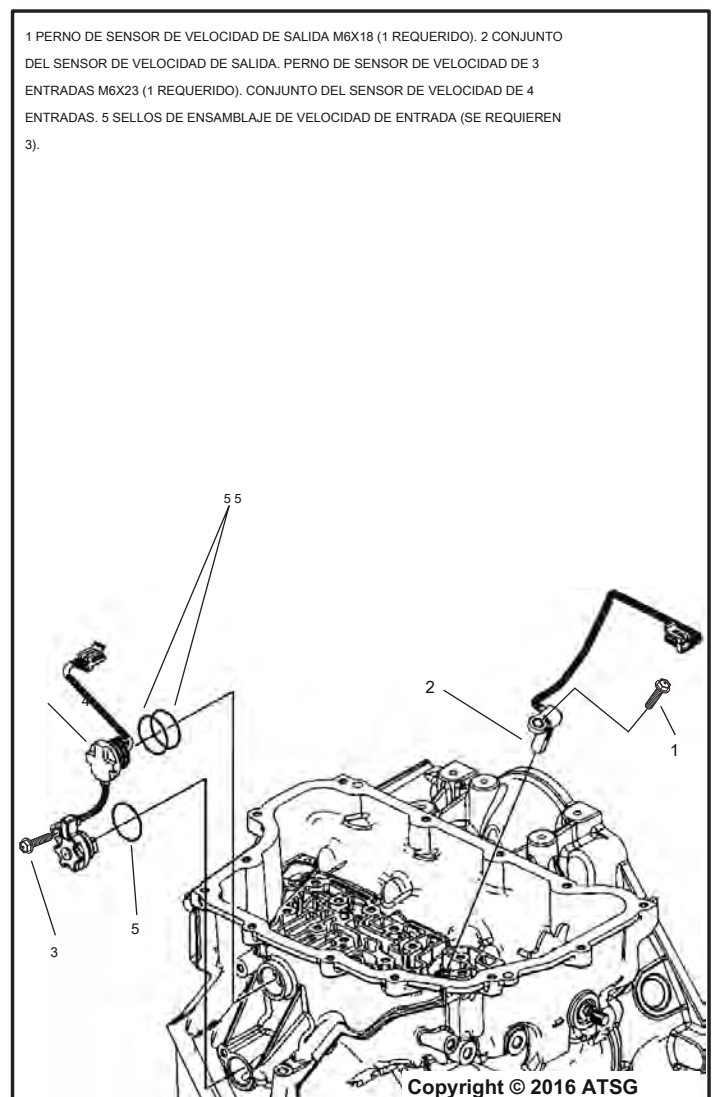

Figura 57
27. Retire el perno del sensor de velocidad de salida y el conjunto del sensor de velocidad de salida como se muestra en la Figura 57.
28. Retire el perno del sensor de velocidad de entrada y el conjunto del sensor de velocidad de entrada como se muestra en la Figura 57.